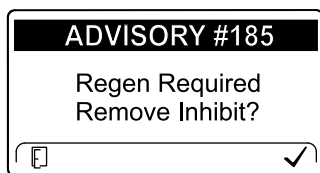

Рисунок 75
**Примечание:** Если вы установите в инфо-центре запрет регенерации, на экране через каждые 15 минут будет отображаться ИНФОРМАЦИОННОЕ СООБЩЕНИЕ № 185 (Рисунок 75), и двигатель будет запрашивать регенерацию со сбросом.